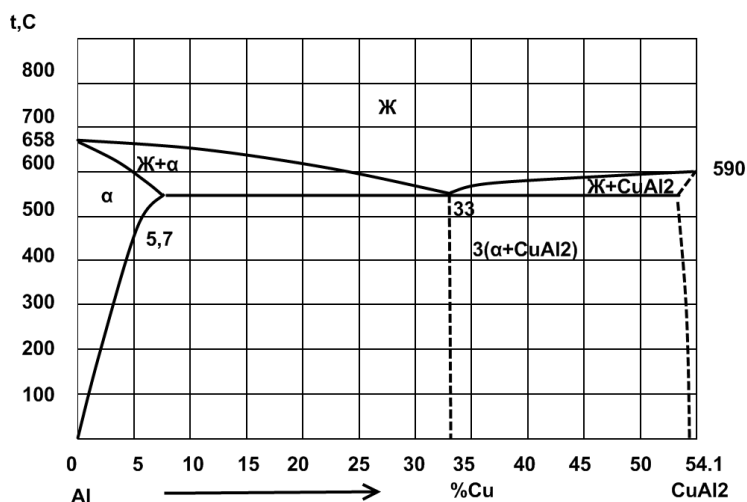

Рис. 10. Диаграмма состояния алюминий – медь (Al – Cu)
2. Вычертите диаграмму состояния системы алюминий – медь. Опишите взаимодействие компонентов в жидком и твердом состояниях, укажите структурные составляющие во всех областях диаграммы состояния и объясните характер изменения свойств сплавов в данной системе с помощью правил Курнакова (рис. 10).